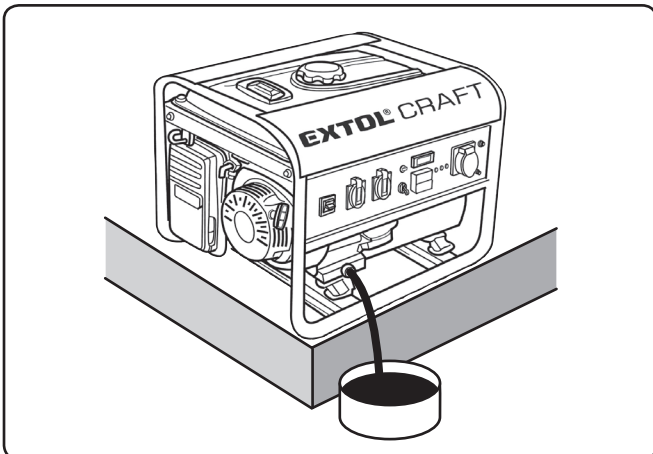

Abb. 22
1. **Um Öl aus der Motorölwanne abzulassen, stellen Sie den Stromerzeuger höher, damit das Öl in den vorbereiteten Behälter fließen kann (siehe Abb. 22).**